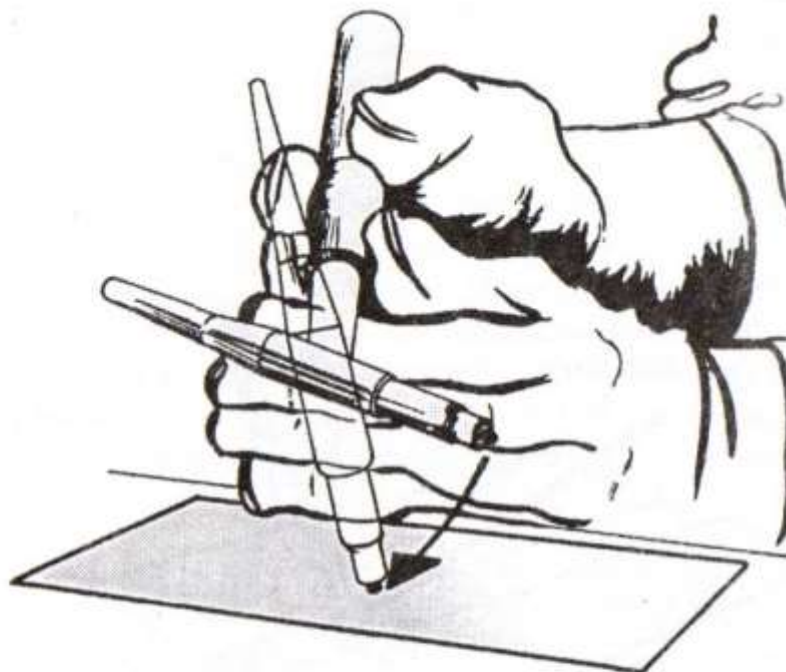

Fig. 3.4 Forma correcta de comenzar el arco con un sistema TIG
- ✓ Para comenzar la soldadura, el soplete deberá estar a un ángulo de  $45^\circ$  respecto al plano de soldadura. Se acercará el electrodo de tungsteno a la pieza mediante un giro de muñeca (fig. 3.4). Se deberá mantener una distancia entre el electrodo y la pieza a soldar de 3 a 6 mm ( $1/8''$  a  $1/4''$ ). *Nunca se debe tocar el electrodo de tungsteno con la pieza a soldar.* El arco se generará sin necesidad de ello.